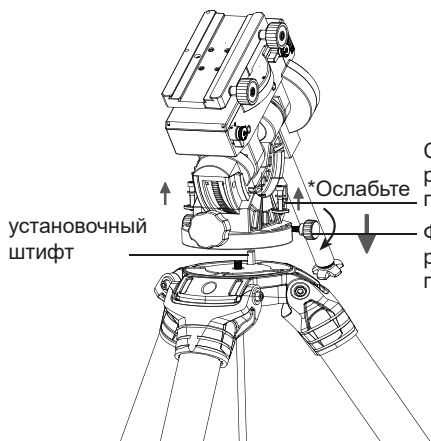

Рис. 1.2a
1. Вкрутите два фиксатора регулировки по азимуту так, чтобы между ними был достаточный зазор для установочного штифта (рис. 1.2a, 1.2b). Отвинтите два стопорных винта и шайбы с установочной площадки.
3. С помощью двух стопорных винтов регулировки по азимуту и двух шайб слегка закрепите монтировку на треноге (через закругленные отверстия с обеих сторон монтировки). После этого несильно затяните винты, слегка закрепив монтировку на треноге (рис. 1.2a).